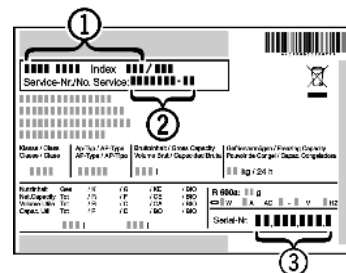

Fig. 6
- ▶ Z typového štítku odčítajte označenie zariadenia *Fig. 6 (1)*, servisné č. *Fig. 6 (2)* a sériové č. *Fig. 6 (3)*. Typový štítok je na ľavej vnútornej strane zariadenia.
- ▶ Upovedomte zákaznícky servis a oznámte chybu, označenie zariadenia *Fig. 6 (1)*, servisné č. *Fig. 6 (2)* a sériové č. *Fig. 6 (3)*.